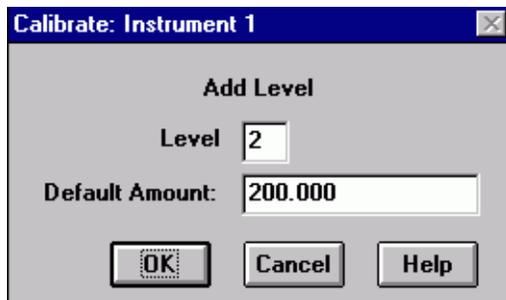

Figura 10 El cuadro de diálogo de calibración para la adición de un nuevo nivel
- 2 Muestre el cuadro de diálogo de calibración, **Calibrate**, correspondiente a la adición de un nuevo nivel (consulte la Figura 10):
- 6 Muestre el cuadro de diálogo **Calibrate** para añadir otro nivel (consulte la Figura 10):